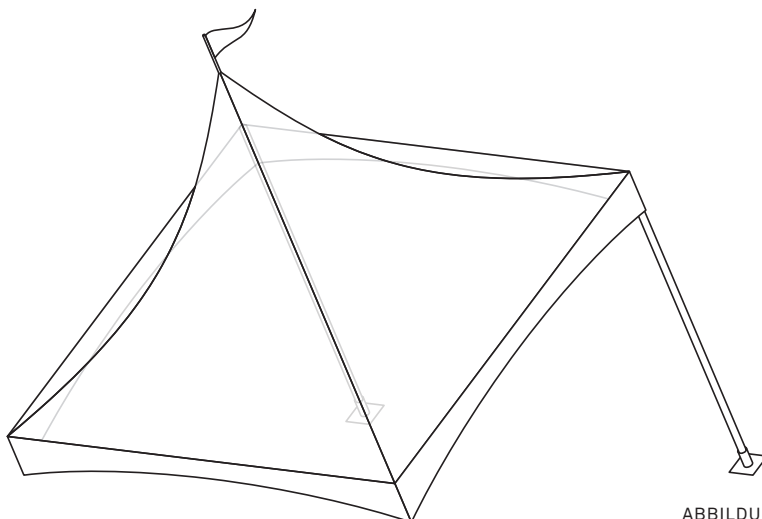
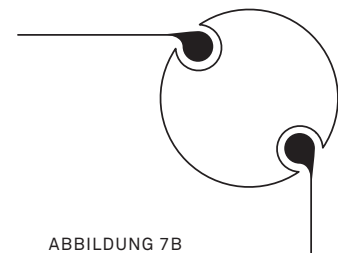

ABBILDUNG 7A
ABBILDUNG 7B
8. Platzieren Sie zwei Pfähle an einer Seite unter dem Rahmen, sodass der Dachrahmen schräg liegt (siehe Abbildung 7a). Achten Sie darauf, dass die Verbreiterung des Kederschlitzes in den vertikalen Pfählen oben liegt und dass die Kederschlitzte in einem Winkel von 45° zu den Ecken des Zelts angebracht werden (Abbildung 7b).